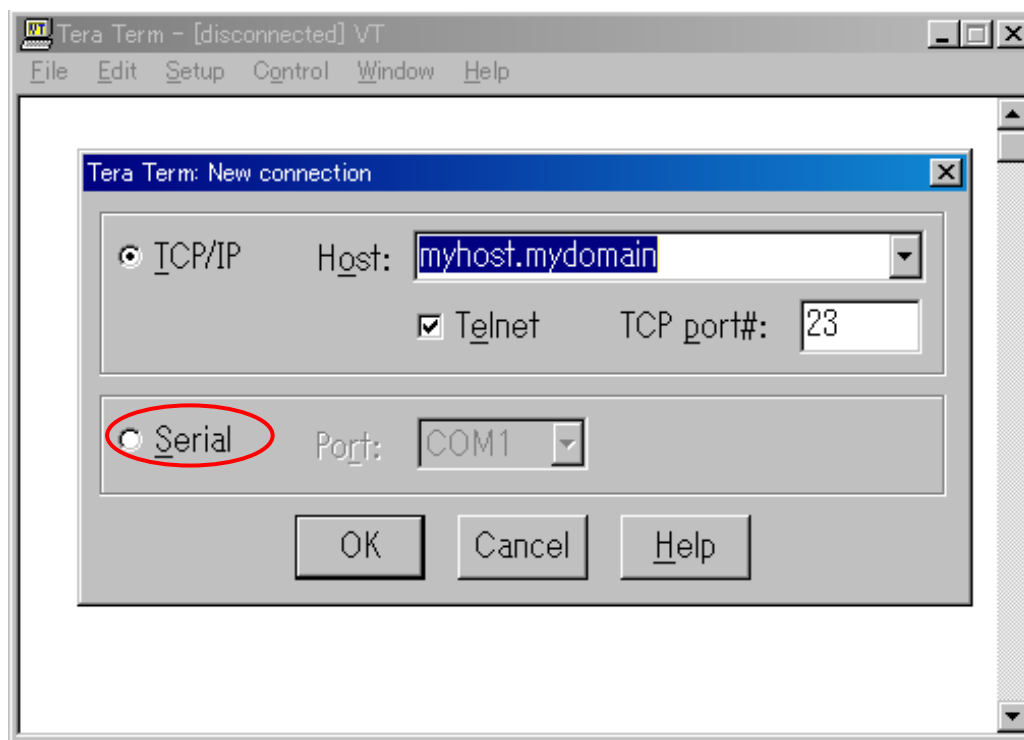

図 3 Tera Term 起動画面
- ③ 評価ボードとマイコンボードを接続してください。
- ④ ML7416 評価ボードを USB ケーブルで Tera Term をインストールしたパソコンと接続してください。
- ⑤ Tera Term を起動してください。起動後図 3 の画面が表示されます。